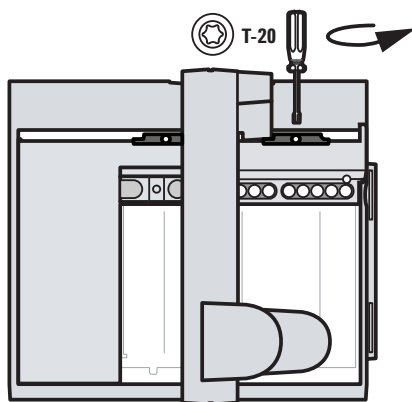

図 5 出荷用クランプからの T-20 ネジの取り外し
- 2 T-20 トルクスドライバを使用して、出荷用クランプから T-20 ネジを取り外します (図 5)。